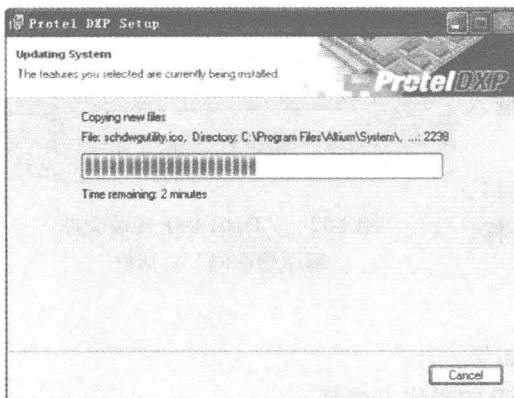
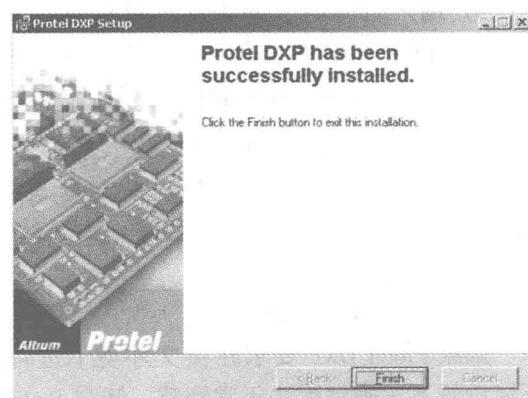

图 1-9 升级系统复制文件
图 1-10 Protel DXP 成功安装对话框
7) 接着安装程序开始自动升级系统复制文件，如图 1-9 所示。安装进度条将实时显示安装进程，安装过程可能需要几分钟，安装结束后将会弹出对话框，提示“Protel DXP has been successfully installed”（Protel DXP 已成功安装），如图 1-10 所示。